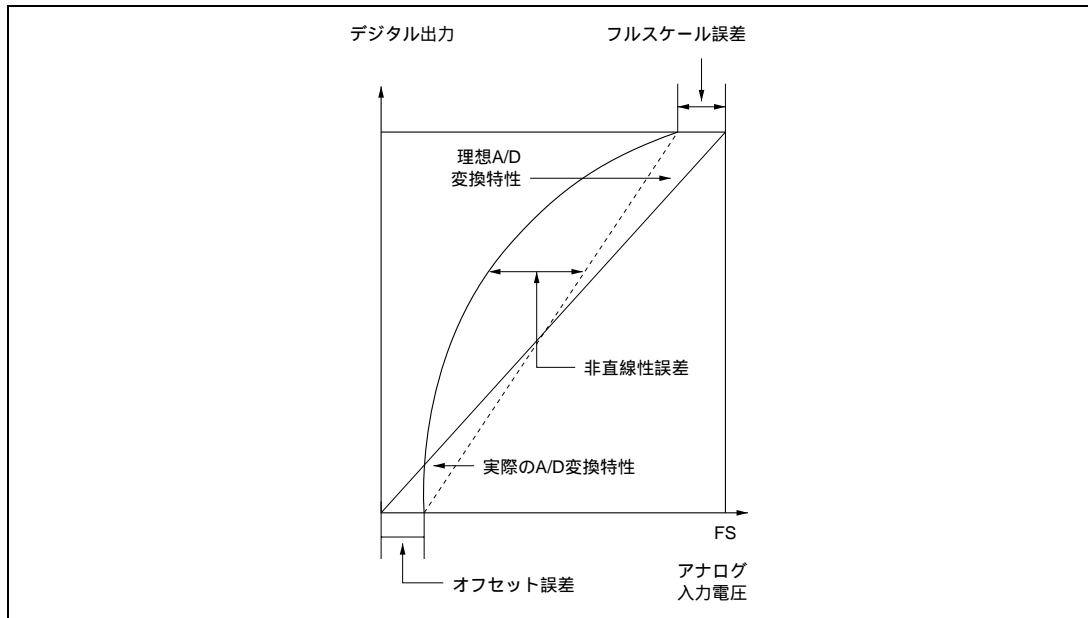

図 15.10 A/D 変換精度の定義 (2)
- オフセット誤差 : デジタル出力が最小電圧値 B'0000000000 から B'0000000001 に変化する時のアナログ入力電圧値の理想 A/D 変換特性からの偏差 (図 15.10)
- フルスケール誤差 : デジタル出力が B'1111111110 から B'1111111111 に変化する時のアナログ入力電圧値の理想 A/D 変換特性からの偏差 (図 15.10)